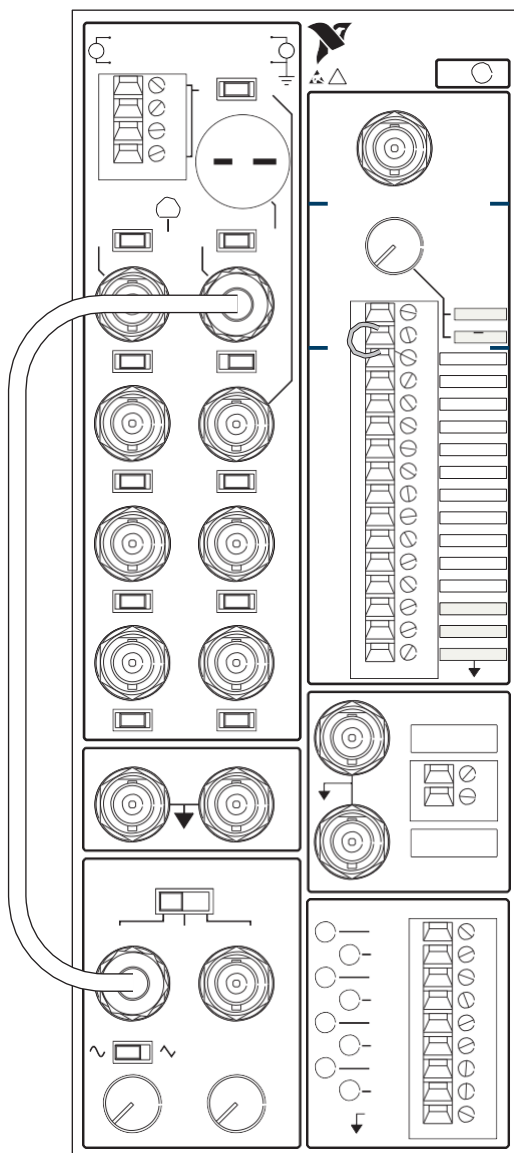

图 1-7 BNC-2120 的连线
- 使用BNC 线缆连接“模拟输入通道1”至“正弦函数发生器”。如图 1-7 所示。